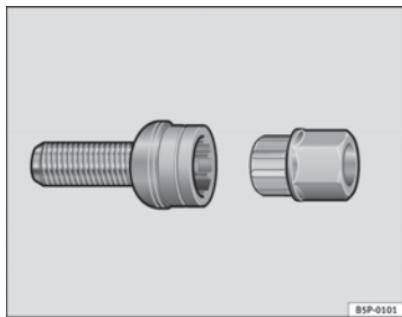

Fig. 132 Tornillo anti-robo de la rueda
- Coloque el adaptador hasta el tope en el tornillo antirrobo de la rueda ⇒ fig. 132.